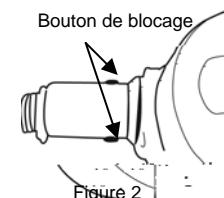

Figure 2
- Pour retirer le boyau flexible, appuyez sur les 2 boutons de blocage et tirez le boyau vers le haut. (Fig. 2)